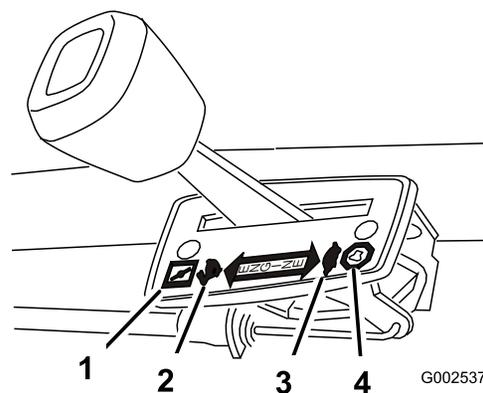

Figura 9
Le impostazioni dell'acceleratore sono riportate nella Figura 9.
- 3. Portate la leva dell'acceleratore in posizione Starter (Figura 9).